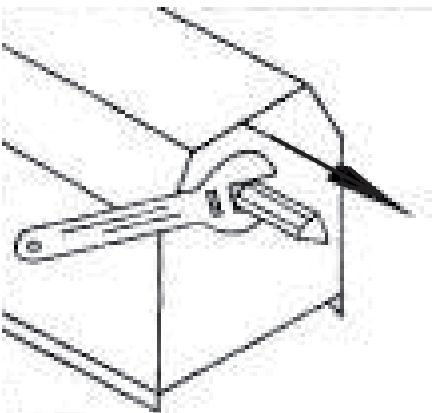

Рис. 10
- Вставте ключ у плоскі пази приводного шпинделя, потім відкрутіть обертовий центр проти годинникової стрілки (рис. 10).